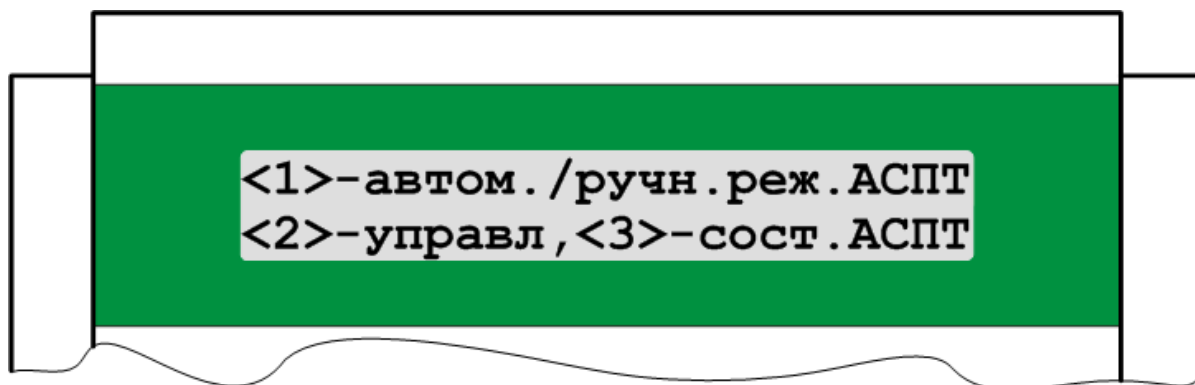

Рисунок 7 – Меню управления АСПТ
- 2) Нажать клавишу «1» - активизируется меню управления АСПТ (рисунок 7).